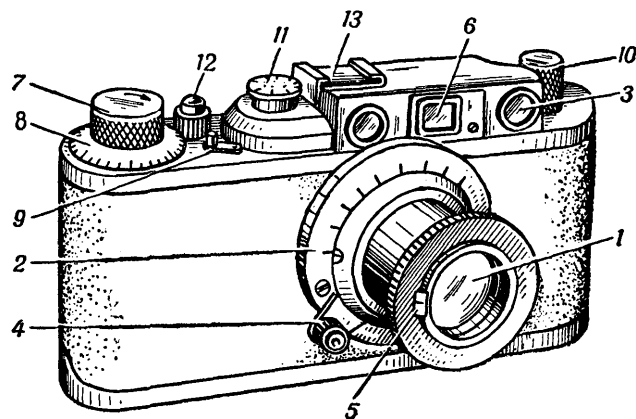

Рис. 21. Общий вид фотоаппарата „ФЭД“:
Фотоаппарат «ФЭД» представляет собой довольно простой, хорошо продуманный и точный механизм. Внешний вид его представлен на рис. 21. Аппарат снабжён объективом (1) со светосилой 1 : 3,5, в выдвижной оправе. Наводка на резкость может быть произведена по шкале расстояний (2) или, что удобнее, при помощи дальномер (3). Дальномер связан механически с винтовой оправой объектива. Когда при повороте рукоятки (4) изображение предмета в окошечке дальномер перестанет двоиться, можно быть уверенным, что аппарат установлен на резкость. Объектив снабжён диафрагмой, позволяющей уменьшать светосилу его до 1 : 18. Диафрагма управляется рычагом (5), помещённым на передней части оправы объектива.